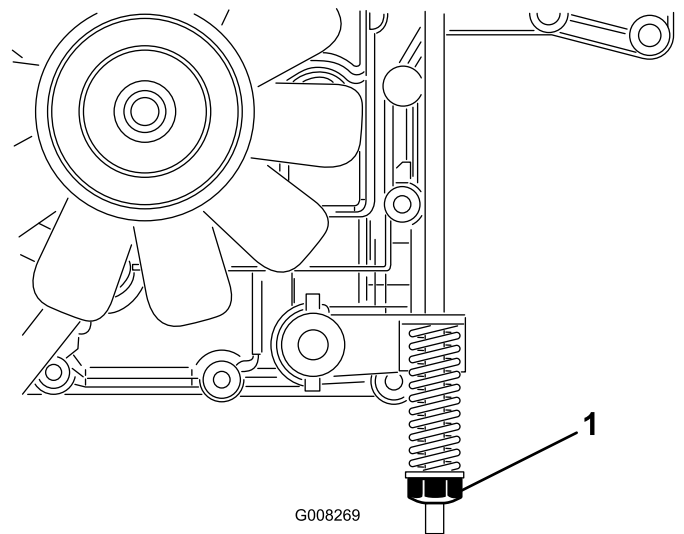

Bild 38
Die Bremse befindet sich an der rechten Seite der Hinterachse im Hinterreifen (Bild 38).
3. Drehen Sie die Einstellmutter der Bremse nach rechts, bis Sie die Maschine nicht mehr schieben können (Bild 38).